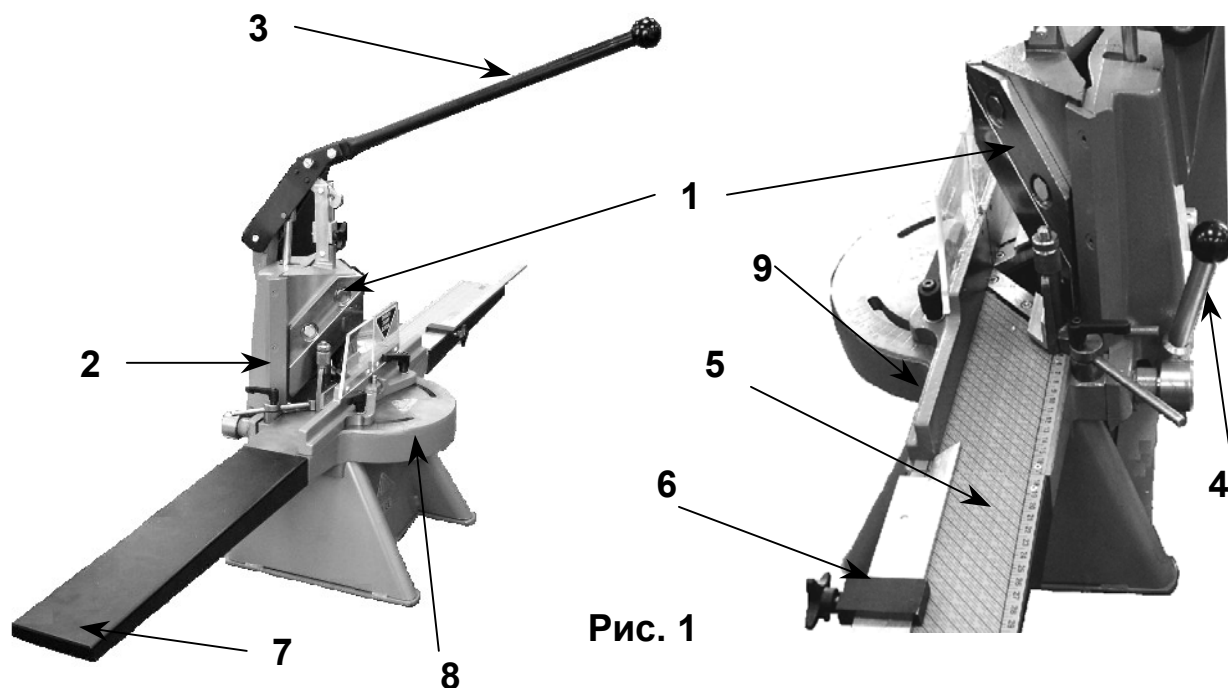

Рис. 1
Гильотина **MORSO BA** предназначена для разрезания деревянного или пластикового багета с помощью пары ножей **1** (рис. 1), установленных под углом 90 градусов друг относительно друга на подвижном блоке **2**, который перемещается по вертикали с помощью длинной рукоятки **3**, установленной сверху, и по горизонтали - с помощью рукоятки **4**, находящейся сзади.
- Измерительное крыло **5** (рис.1) с подвижным упором **6** закрепляется с помощью винтов справа;
Для этого, вначале, нарежьте заготовки на всю раму с углом 45 градусов, их размер должен быть на 2-3 мм больше необходимого. Далее ослабьте винты упоров стола гильотины **9** (рис. 1) и выставьте их по рискам на рабочем столе на необходимую величину угла. Готовую заготовку со сторонами 45 градусов подставляют под нож справа или слева и подрезают до нужного угла одиночным окончательным резом.